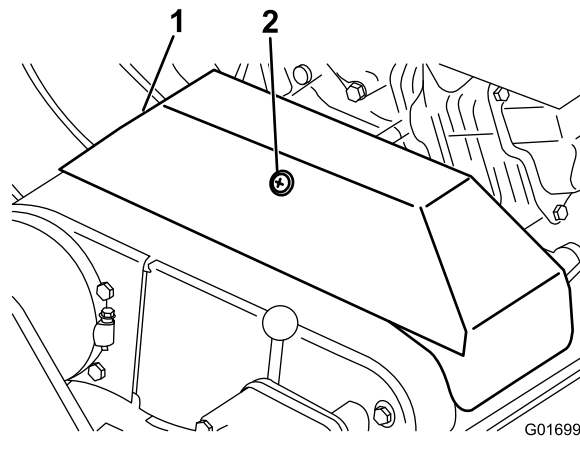

Рисунок 33
3. Выверните стопор, фиксирующий кожух клинового ремня, и откиньте кожух (Рисунок 33).